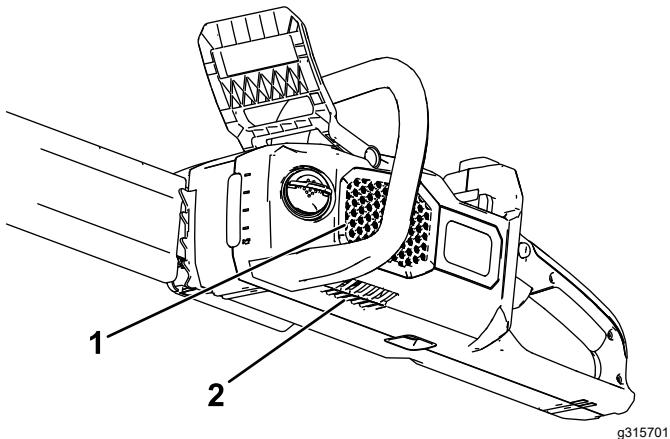

Bild 6
1. Stellen Sie sicher, dass die Lüftungsöffnungen an der Kettensäge frei von Staub und Rückständen sind (**Bild 6**).